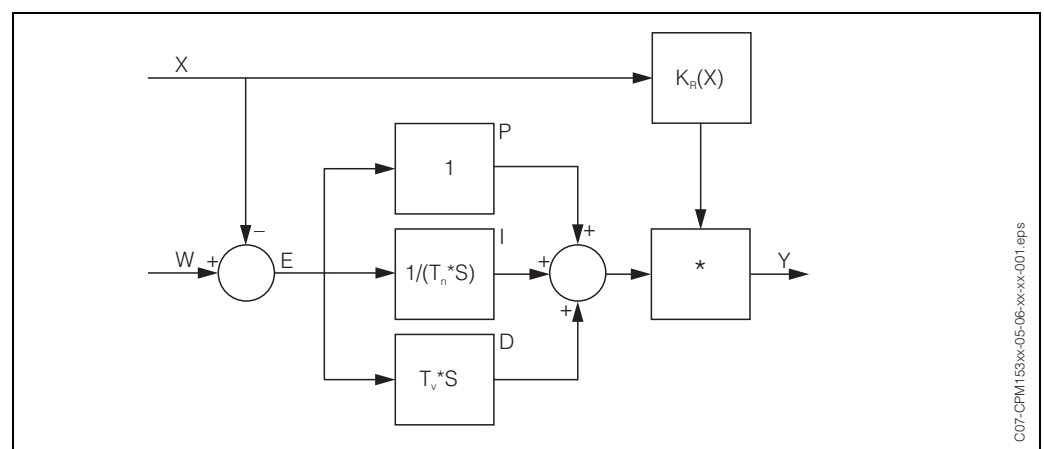

Abb. 26: Schema des CLM153-Reglers mit $K_R(X)$ als Gesamtverstärkung
- Der Faktor $K_R(X)$ wirkt als Gesamtverstärkung (siehe Abb. 26; ist im CLM153 implementiert).